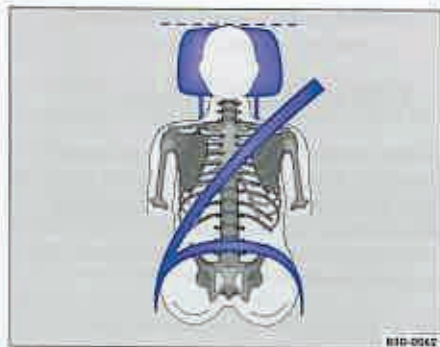
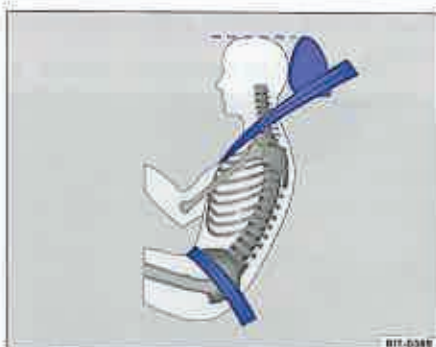

Fig. 16 Disponerea corectă a benzii centurii și reglarea corectă a tetierei - privit din față.
Fig. 17 Disponerea corectă a benzii centurii și reglarea corectă a tetierei - privit din lateral.
- Partea de umăr a centurii trebuie să treacă peste mijlocul umărului și niciodată peste gât ⇒ fig. 16.
- Centura de siguranță trebuie să aibă contact ferm cu corpul ⇒ fig. 16 și ⇒ fig. 17.
- Partea inferioară a centurii trebuie să treacă peste bazin, nu peste stomac. Centura de siguranță trebuie să aibă contact ferm cu corpul ⇒ fig. 17. Dacă e cazul se mai eliberează puțin.